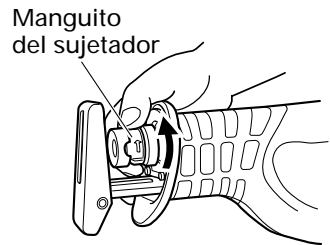
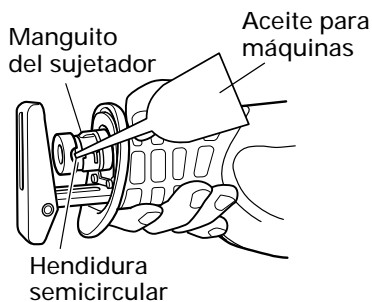

Fig. 6
Fig. 12
- (2) Gire el manguito del sujetador en la dirección de la flecha indicada en la Fig. 6 y marcada en el mismo. Si gira el manguito del sujetador hasta la mitad conseguirá asegurarlo automáticamente. (Fig. 6).
- (2) Después de haber girado el manguito del sujetador en la dirección de la flecha mostrada en la Fig. 6 y de asegurarlo, gire la hoja de manera que quede dirigida hacia abajo. La hoja debe caer por su propio peso. Si la hoja no cae, extráigala con la mano.
- (1) Después de utilizar la sierra, elimine el aserrín, el polvo, la arena, la humedad, etc. con aire o con un cepillo, etc. para asegurarse de que la montura de la hoja funciona suavemente.
- (2) Periódicamente lubrique la montura de la hoja de sierra con aceite para metales a través de la abertura hendidura semicircular, con el manguito del sujetador girado en la dirección de la flecha indicada en la Fig. 6. (Fig. 12)